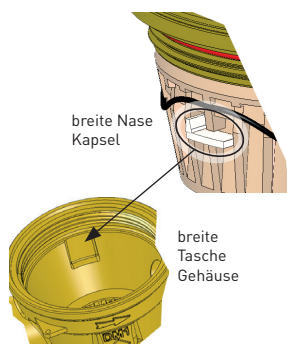

Bild 5 (Verdreherschutz)
- Setzen Sie die Trockenkapsel in die Vormontage ein **→ FLIESSRICHTUNG BEACHTEN!** Setzen Sie den breiten Verdrehschutz (breite Nase) der Trockenkapsel in die dafür vorgesehene breite Gehäusenut (breite Tasche) ein (Bild 5).